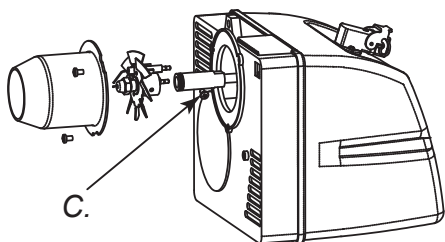

Figure 13 - Démontage du groupe disque flamme-électrodes
- Dévisser la vis (C Fig. 13) qui bloque le groupe disque flamme-électrodes et l'enlever du porte-injecteur (F Fig. 14).